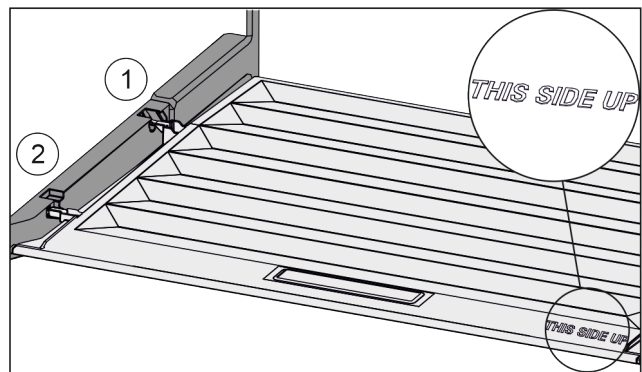

Fig. 44
- ▶ Dekselranden via de opening van de achterste houder Fig. 44 (1) aanbrengen en van voren in de houder Fig. 44 (2) klikken.